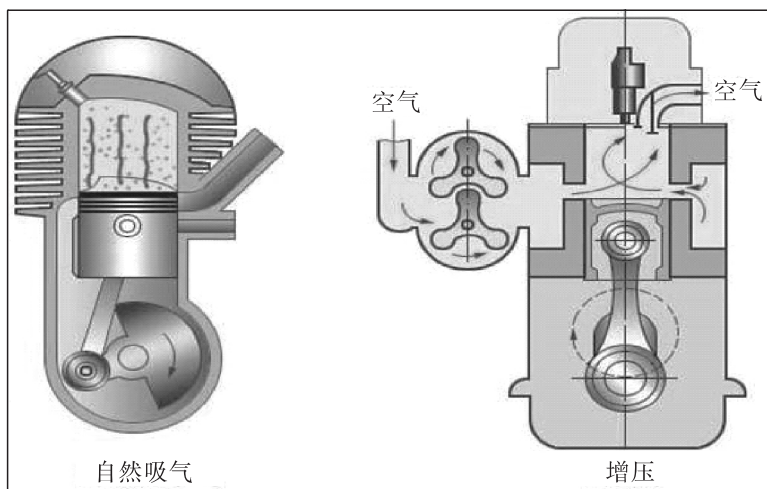

图 1-9 发动机的进气方式
(5) 按照进气系统是否采用增压方式, 可以分为自然吸气和_____进气发动机, 如图 1-9 所示。